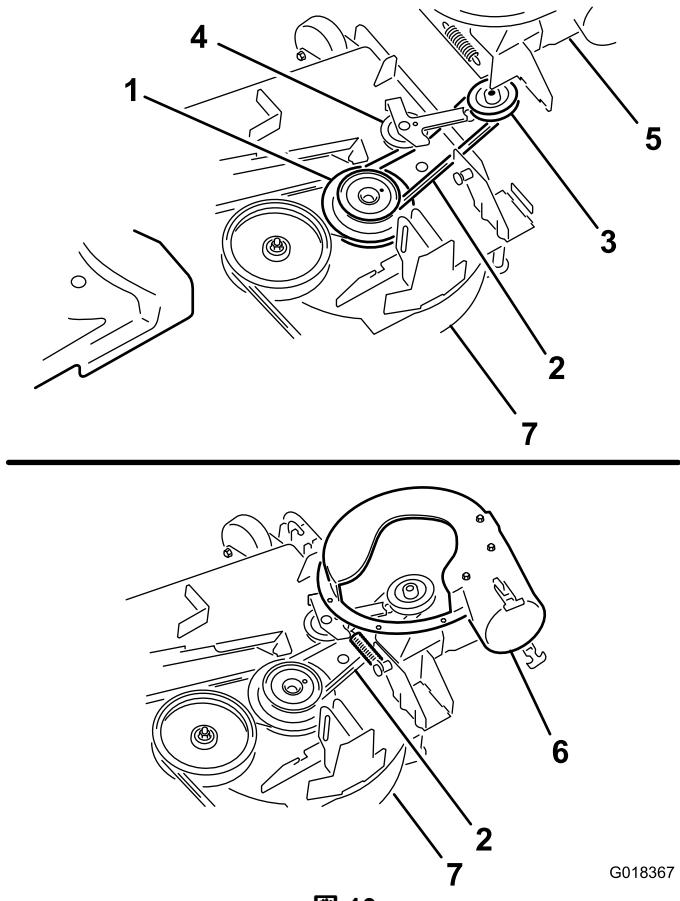

図 10
3. アイドラプーリの下にベルトを通す図 10。
4. 駆動プーリからベルトを外す図 10。
1. プロアのプーリに、ベルトを掛ける図 10。
4. アイドラプーリの下にベルトを仮置きする図 10。
5. 駆動プーリにベルトを取り付ける図 10。
7. 固定されているスプリングポストから、スプリング付きアイドラ/テンションプーリを引き離し、アイドラプーリにベルトを掛け回す図 10。